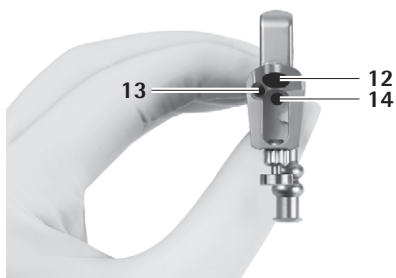

Fig. 1
- el obturador para el canal de trabajo oval **7** en el canal de trabajo **12**, ver Fig. 1.
El líquido de irrigación se vierte por un canal de trabajo grande **12** y un canal de trabajo pequeño **13**, ver Fig. 1.